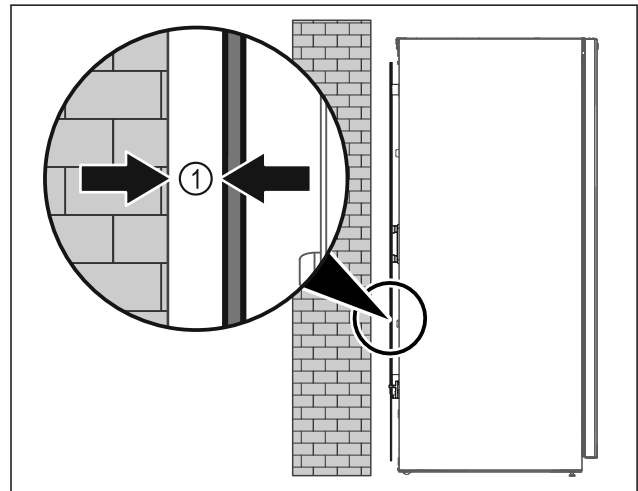

Fig. 10
- ▶ Gerät entweder frei im Raum oder direkt an einer Wand mit einem Mindestabstand von 5 mm Fig. 10 (1) aufstellen.